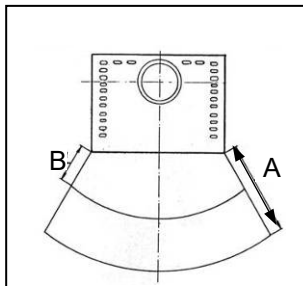

Fig. 2
sicurezza si riduce ai **75 cm** (B) qualora di fronte all'elemento sia installata una protezione areata (v. fig. 2).